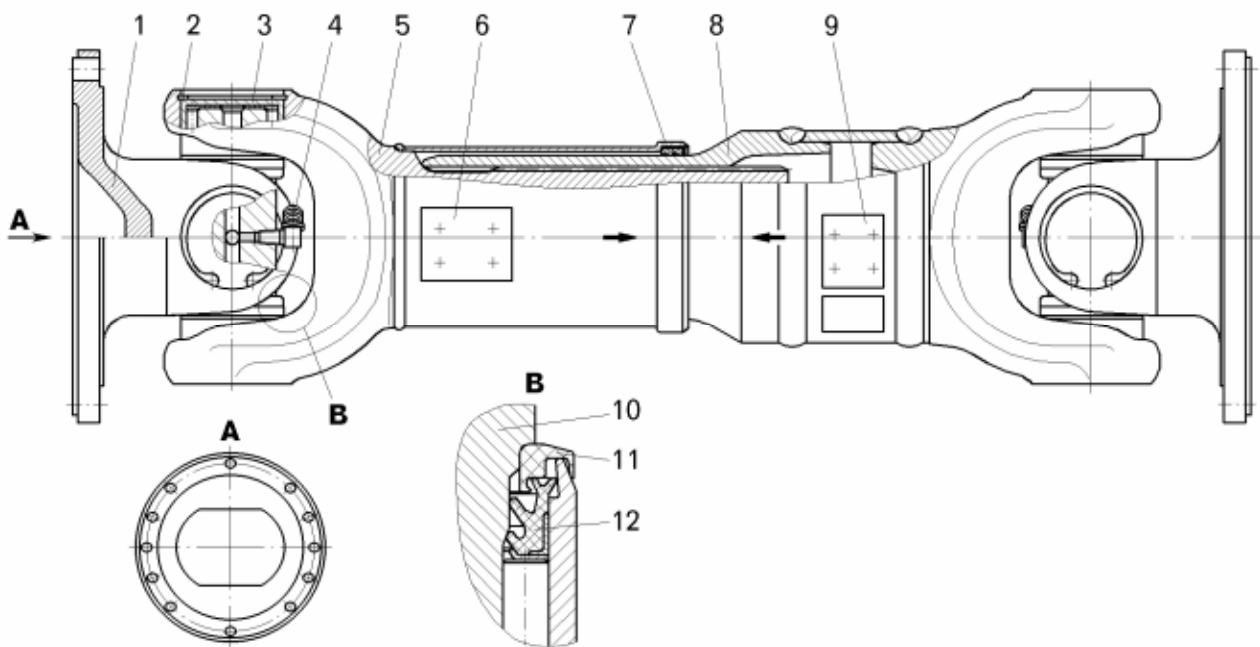

Рисунок 7.4 – Карданный вал гидромеханической передачи:
Карданный вал гидромеханической передачи (рисунок 7.4) состоит из двух одинаковых карданных шарниров, соединенных подвижным шлицевым соединением с уплотнением: скользящей вилки и вала-вилки, двух крестовин и двух фланец-вилок. Крестовины установлены в проушинах скользящих вилок и фланец-вилок на игольчатых подшипниках.
- разъединить вал-вилку 8 (смотри рисунок 7.4) и скользящую вилку 5;
- установить на шипы крестовины 10 (смотри рисунок 7.4) торцовые уплотнения 11;